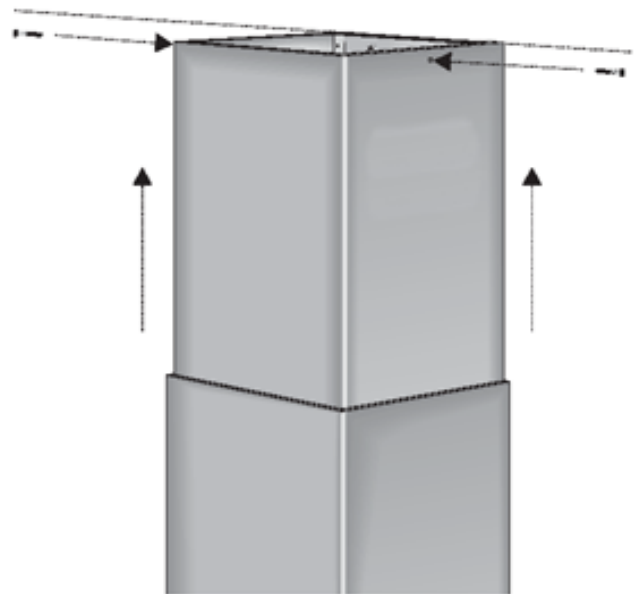

Abb. 9
- Heben Sie den oberen Teleskopschacht bis zur Decke an und befestigen Sie ihn mit Hilfe der beiden beiliegenden Schrauben M3,9 x 9,5 am Bügel (Abb. 9).